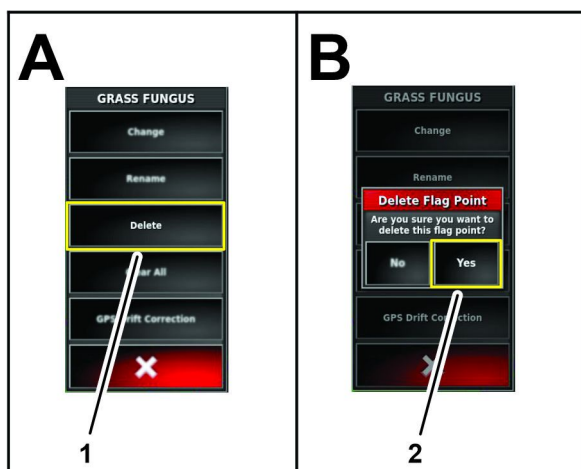

Figura 85
1. En el menú Editar bandera, pulse el icono ELIMINAR (Figura 85).
2. En el cuadro de diálogo Eliminar punto de bandera, pulse el icono Sí Figura 85.